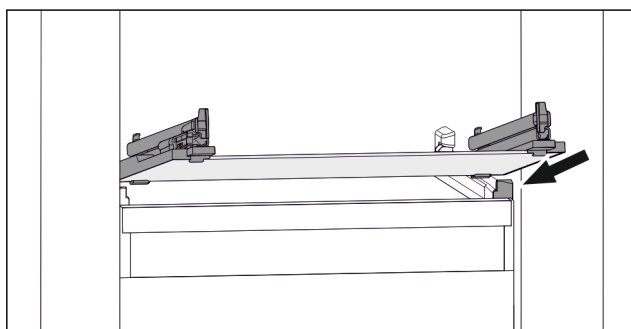

Fig. 98 Reprezentare exemplificativă a plăcii de sticlă
- ▶ Așezați placa de sticlă oblic în spatele opritoarelor. (vezi Fig. 98)